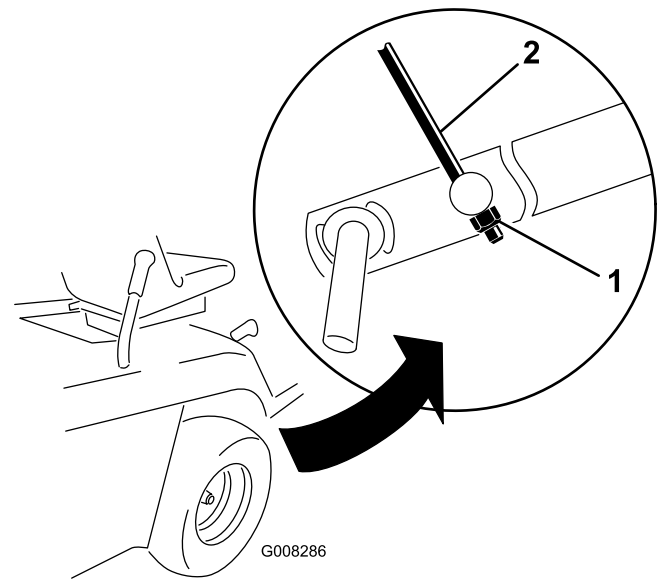

Figura 42
9. Regolate il dado di bloccaggio M8 in fondo all'asta di regolazione dell'altezza finché l'asta non è leggermente tesa (Figura 42).